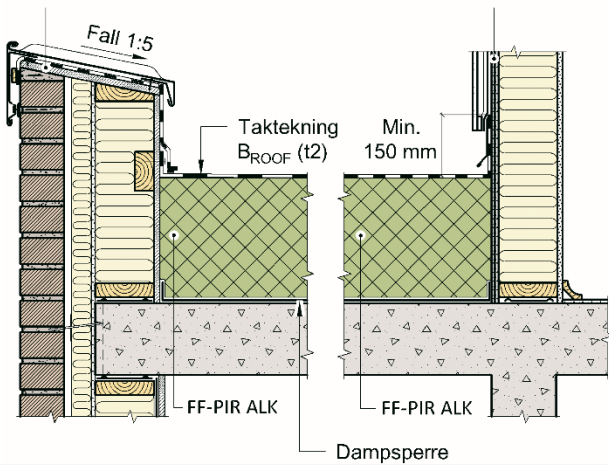

Fig. 8
- I tilfeller der takkonstruksjon av betong eller betongelementer har parapet eller tilstøtende vegger/fasader av eller med brennbare materialer er det ikke nødvendig med en 600 mm barriere av 2 lag 13 mm standard gipsplate Type A eller lignende under FF-PIR ALK inntil veggen. Se Fig. 8.
- Tilstøtende yttervegger må på siden mot taket beskyttes med 2 lag 9 mm gipsplater Type EH og ubrennbar kledning (brannteknisk klasse A1 eller A2-s1,d0). Se Fig. 8.
- Vedr. parapet, se Fig. 8.